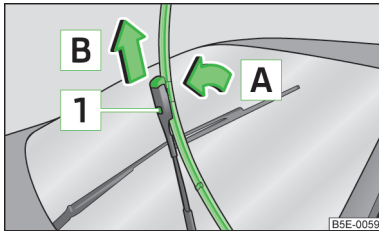

Abb. 205
- Den Scheibenwischerarm von der Scheibe anheben » Abb. 205.